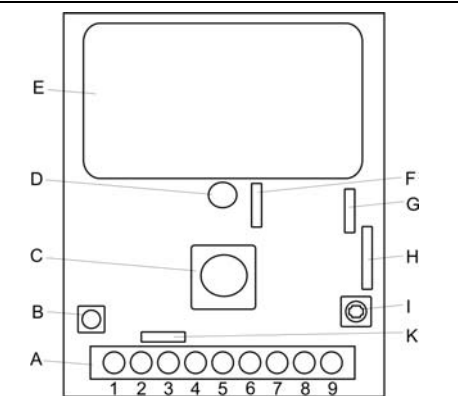

Fig. 1
8. Collegare i fili ai morsetti (fig.1).